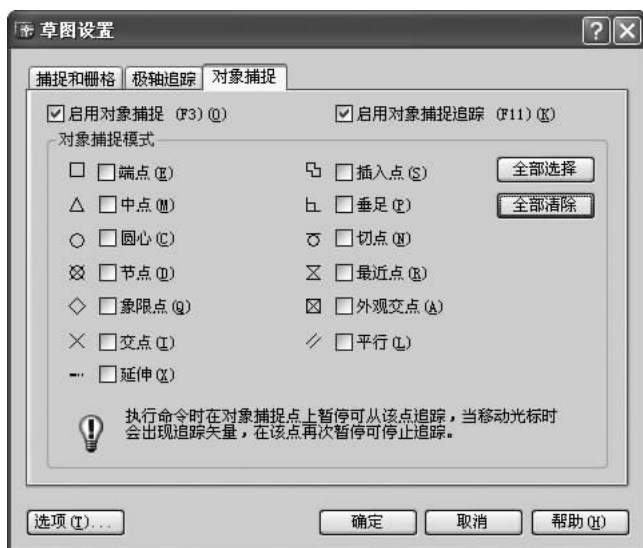

图 3-10 【对象捕捉】模式
- 1) 选择【工具】|【草图设置】菜单命令，在弹出的对话框中单击【对象捕捉】选项卡，如图 3-10 所示。